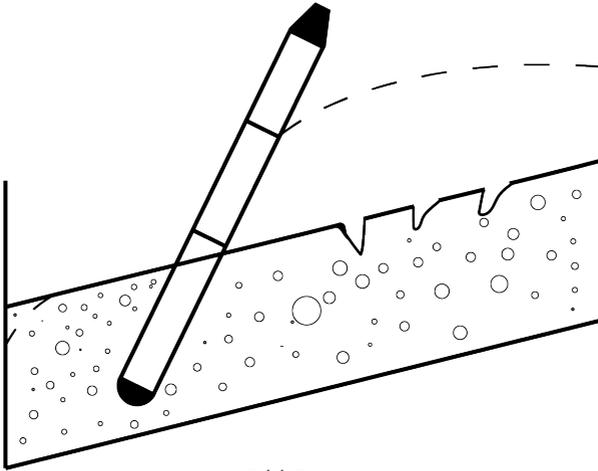

Bild 7
- Vibrationer i invallningar orsakar segregation och sprickor. (Bild 7)